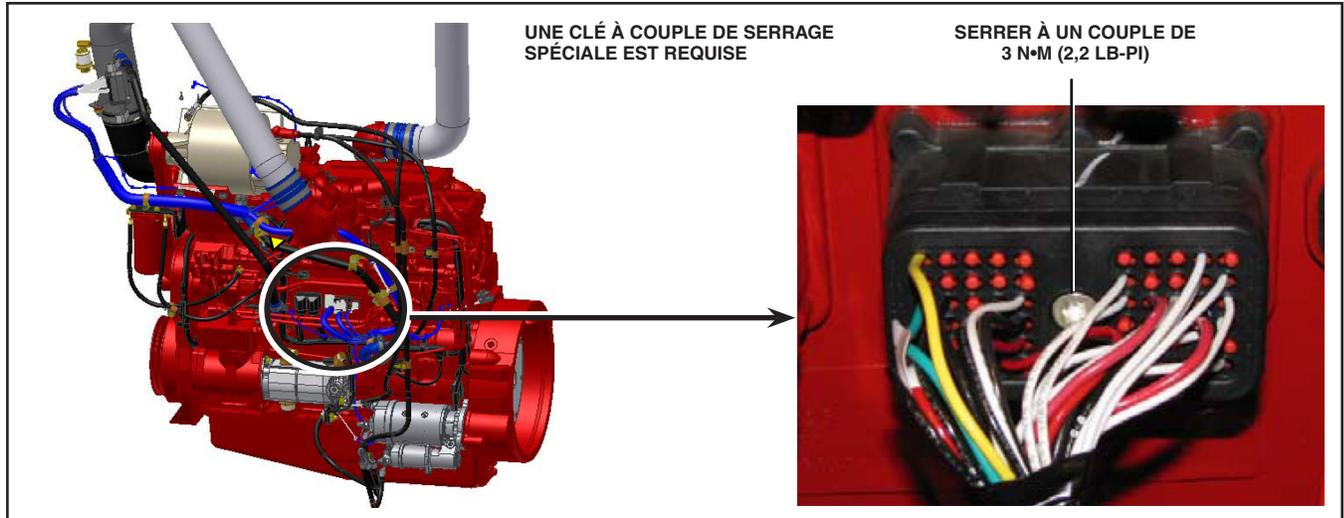

Figure 5 - Couple de serrage du connecteur du harnais du moteur (typique)
18. Connecter les connecteurs électriques qui relient le groupe motopropulseur au compartiment moteur. S'assurer que les connexions du moteur sont solides. Voir Figure 5 pour le couple de serrage du connecteur du harnais moteur. Si équipé d'une transmission Allison, voir la section 10 : TRANSMISSION de ce manuel pour le couple de serrage du connecteur du harnais de la transmission.